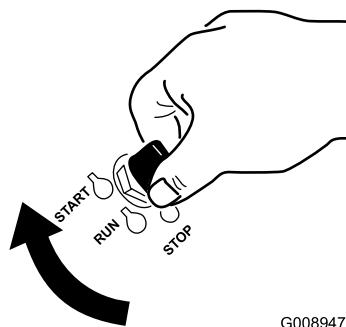

Figura 17
1. Gire la llave de contacto a la posición de Arranque (Figura 17). Cuando el motor arranque, suelte la llave.
- Gire la llave de contacto a la posición de Arranque (Figura 17). Cuando el motor arranque, suelte la llave.